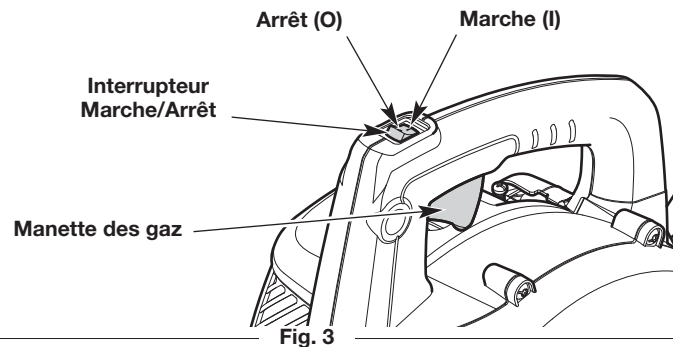

Fig. 3
REMARQUE : il n'est pas nécessaire de démarrer l'appareil. L'interrupteur de marche/arrêt est constamment en position de MARCHÉ (I) (Fig. 3).
REMARQUE : APPUYEZ et MAINTENEZ ENFONCÉE la manette des gaz pendant **TOUTES** les étapes suivantes (Fig. 3).
6. Serrez la manette des gaz et maintenez-la enfoncée (Fig. 3). Tirez sur la corde de démarrage en effectuant un mouvement contrôlé et ferme à **5 reprises** (Fig. 5).
2. Appuyez sur l'interrupteur de marche/arrêt et maintenez-le enfoncé en position d'**ARRÊT (O)** jusqu'à ce que le moteur s'arrête complètement (Fig. 3).